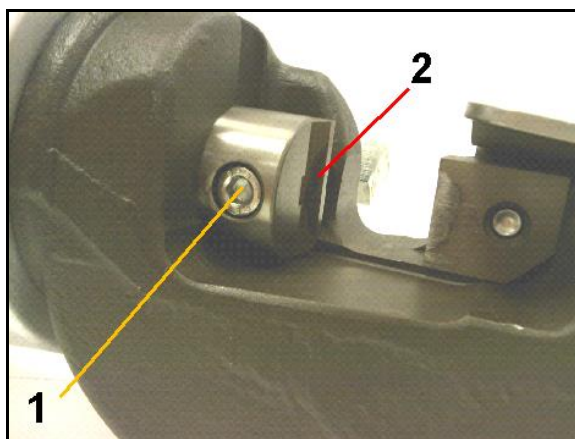

Fig. 7
1. Dévissez la vis de serrage (réf. 1, fig. 7) ;
2. Remplacez l'ustensile mobile (réf. 2, fig. 7) ;